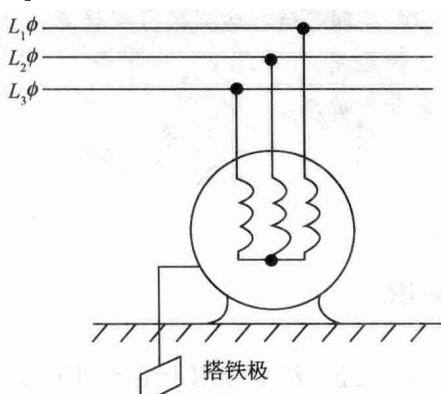

图 1-1 保护搭铁
①保护搭铁,是将电气设备的金属外壳或构架与大地可靠地连接起来,如图 1-1 所示。